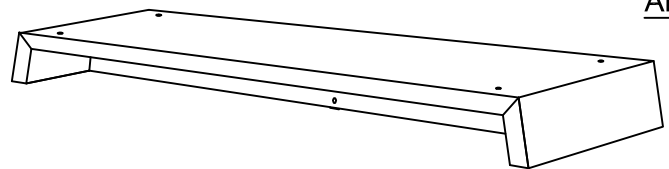

Abb. 2
- Holzuntergestell (Abb. 2) auspacken und am vorgesehenen Standort des Möbels platzieren. Ausrichten mit der Wasserwaage durch Drehen der Stellfüße. Höhenverstellung im Mittelstück mittels Inbusschlüssel SW 4. ACHTUNG! Alle Stellfüße aus Gründen der Tragfähigkeit gleichmäßig ausrichten und belasten.